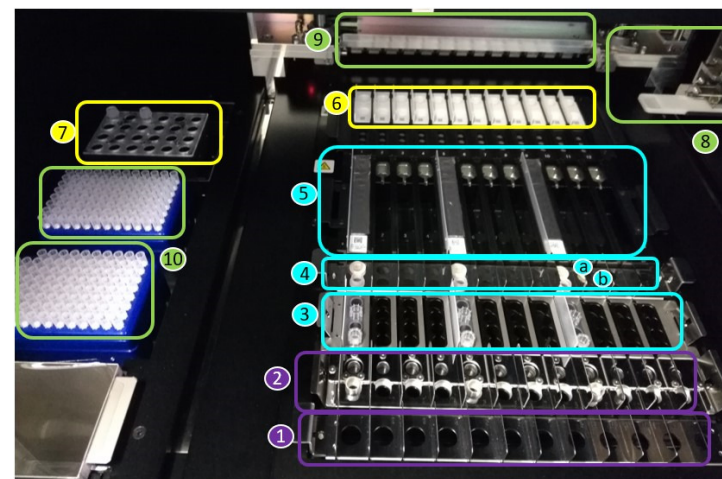

Figura 1: Área de carga del «ELiTe InGenius»
La Figura 1 muestra una descripción del equipo «ELiTe InGenius».
La Figura 1 muestra: Posición de la gradilla de probetas principal (1), Posición de la probeta de extracción de tapones (2), Posición de la gradilla de puntas (3), Posición de la gradilla de probetas de elución (Dnase I Tubo I + adaptador de tubo (a) y probeta de elución (b)) (4), Posición de la gradilla del cartucho de extracción (5) y posición de la gradilla del cartucho de PCR (6), Posición del bloque de reactivos de PCR y control interno (administrador de inventarios) (7), Posición de dispensación de muestra y reactivos (8, 9), la caja de residuos (inferior izquierda) y puntas (10).
- Para confirmar que se colocan suficientes reactivos para el número de pruebas seleccionado en la posición de administrador de inventario 7 (véase la página 10, Figura 1), como se indica en la pantalla, pulse el botón «Siguiente».
- Coloque suficientes gradillas de puntas en la posición 10 (véase la página 10, Figura 1).
- Coloque los cartuchos de PCR indicados en la posición 6 (véase la página 10, Figura 1).
- Coloque los cartuchos de extracción indicados en la posición 5 (véase la página 10, Figura 1).
13. Coloque los cartuchos de extracción indicados en la posición 5 (véase la página 10, Figura 1).
15. Coloque la cantidad de probetas de elución indicada en la posición 4 (véase la página 10, Figura 1).
17. Coloque la cantidad de cartuchos de puntas indicada en la posición 3 (véase la página 10, Figura 1).
19. Coloque la cantidad de probetas de extracción indicada en la posición 2 (véase la página 10, Figura 1).